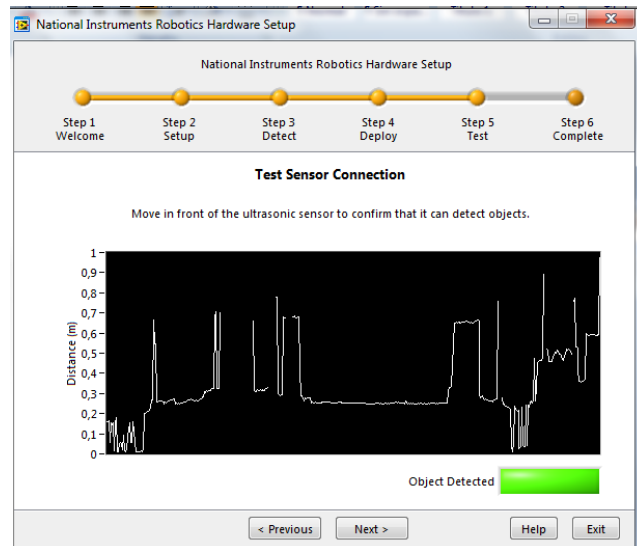

Fig. 11 Señal del sensor medida.
7. En la Fig. 11 se visualizará la señal que capta el sensor de ultrasonido. Coloque diferentes tipos de obstáculos para probar como varía la señal medida por el sensor y al final Oprima Next.